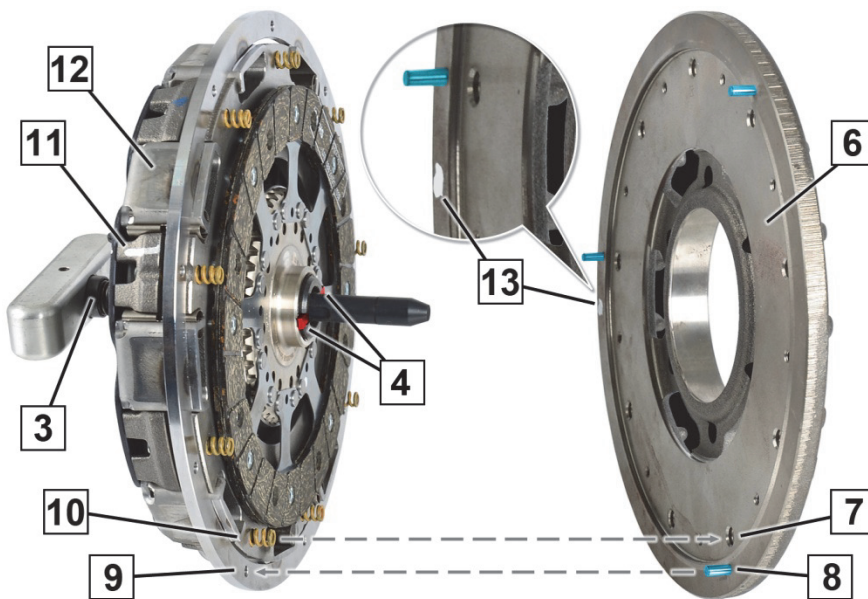

Fig. 4: Allineare le componenti prima del montaggio
6. Allineare (fig. 4) la frizione a due dischi (12) al volano bimassa (6):
- Il contrassegno (11) della frizione a due dischi e il contrassegno (13) del volano bimassa devono avere un disallineamento assiale di 180°.
- I perni d'aggancio (8) devono essere allineati con i fori corrispondenti (9).
- Le molle elicoidali (10) devono essere allineate con i fori corrispondenti (7).